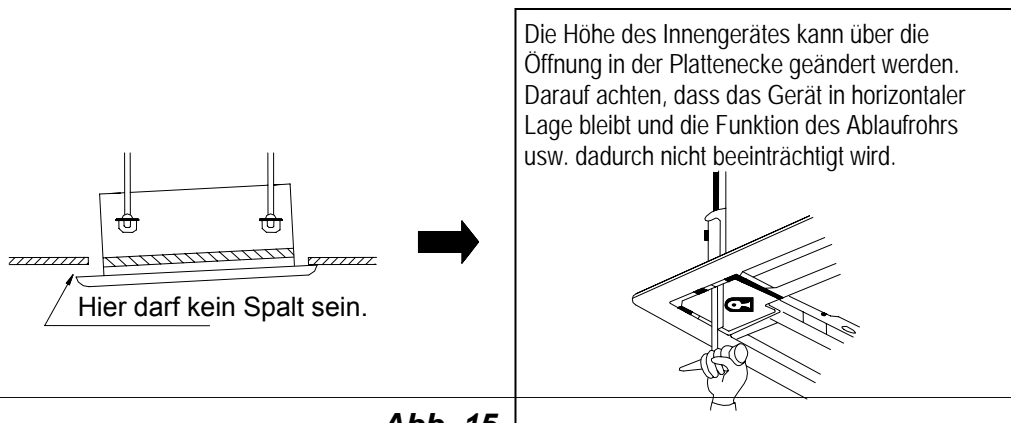

Abb. 15
2. Bleibt auch nach Eindrehung der Schrauben ein Spalt zwischen Plafond und Dekorplatte, ist die Höhe des Innengerätekörpers anzupassen (siehe Abb. 15).